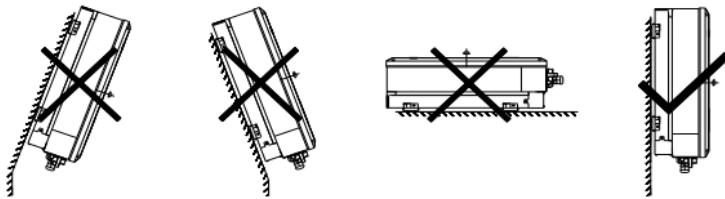

图 5-2 逆变器安装位置
- (1) 安装环境温度为-25°C~60°C。
- (2) 安装表面应垂直于水平线, 如图 5-2 逆变器安装位置所示。